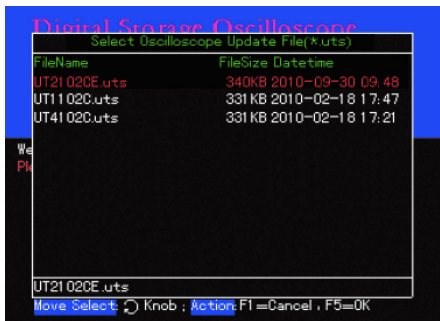

图5-2
3、在图5-1所示中，按下[F5]键，进入程序升级操作，如果用户U盘根目录下只有一个升级程序包，直接进入第四步，否则将弹出图5-2所示升级文件选择界面，调节拨盘选择所需文件，按[F5]确认选中升级文件，按[F1]退出升级。